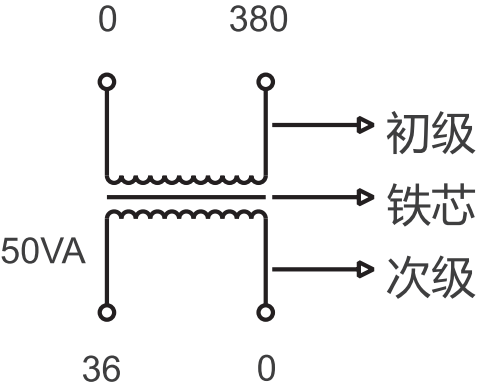
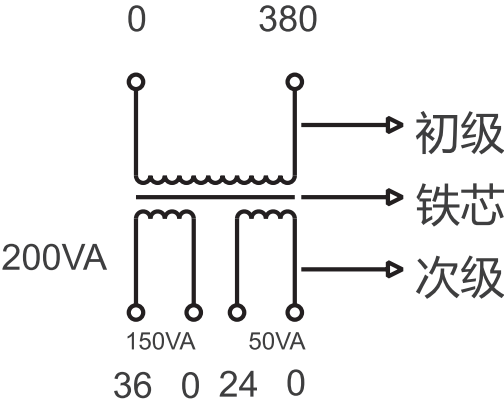
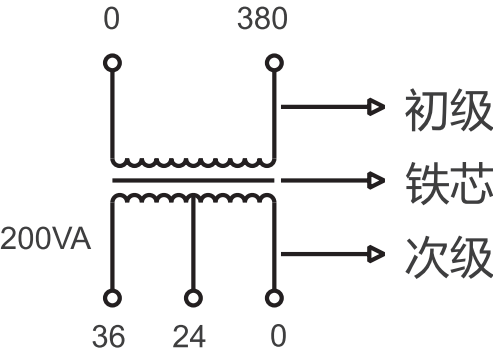
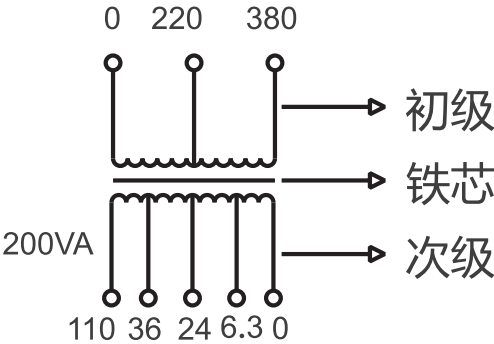

图1 单独绕组
图2 分开绕组
图3 混合绕组
图4 连续式中间带抽头绕组
3.2.2 本系列变压器的线圈，当初次级只有一个绕组时，可担负全部额定的容量；若有多个绕组时，则按各绕组应能承担的容量分配；但各绕组的容量之和不得超过总容量，见图1、图2、图3、图4。
3.2.3.1 例如图1，容量50VA，输入电压380V，输出电压36V。因为初、次级只有一个绕组，所以它可以担负全部容量50VA。
3.2.3.2 例如图2，容量200VA，输入电压380V，输出电压36V、容量150VA，输出电压24V、容量50VA。因为图中初级只有一个绕组，所以它所承担的容量是额定容量200VA；次级有两个分开的单独绕组，而且各绕组容量已标明，所以它们各自承担容量，但总量之和200VA。
3.2.3.3 例如图3，容量200VA，输入电压380V，输出电压36V、24V。因为图中初级只有一个绕组，所以它所承担的容量是额定容量200VA，次级中有中间抽头，所以次级的最高电压36V单独使用时，才能带200VA的负载。24V则不能带200VA的负载，只能带133VA的负载。因为次级总电流 $I = P_e / U = 200VA / 36V = 5.55A$ 所以单独使用24V时的容量 $= 24V \times 5.55A = 133VA$ ，如果36V、24V同时使用时，其电流之和也不能大于5.55A，总之，无论输出电压是单独使用或两组同时使用，其负载电流之和不能超过变压器的额定电流。
3.2.3.4 例如图4，容量200VA，输入电压380V、220V，输出电压110V、36V、24V、6.3V。从图4中我们可以看出：初、次级绕组中都有中间抽头。次级的最大使用电流 $I = P_e / U = 200VA / 380V = 0.526A$ 所以无论使用220V或是380V时，其电流不能超过0.526A；即使用380V时，该变压器
6.1 购买前，先估算好您所使用的电器总容量，参考图1～图4的结构，选用留有一定裕量的变压器，确保瞬时启动时不烧坏变压器。
8.1 变压器的型号、规格、容量、初、次级电压及次级电压的容量分配或参考图1-图4的举例来选择适合您自己的产品。